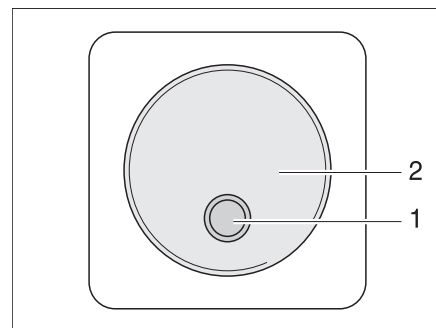

Bild 237 Extern brytare
- II "Remo." = Apparaten kan slås av och på med den externa brytaren (Bild 237,1).
Den externa brytaren för växelriktaren (Bild 237) befinner sig i fordonets inre, till exempel i ingångsområdet. Brytaren är märkt med ordet "Växelriktare". LED (Bild 237,1) visar växelriktarens driftstillstånd.